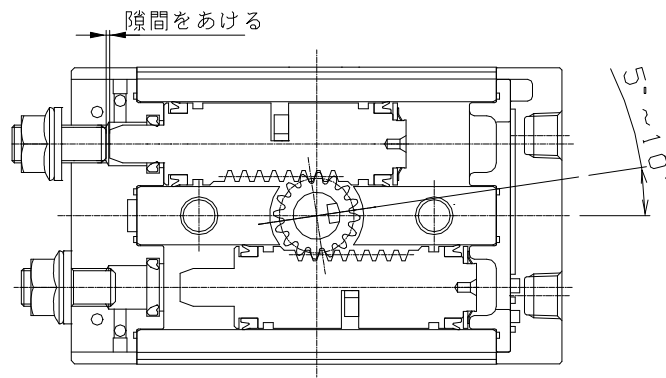

図 25
(2) ベアリングを本体内のハウジングに装着し、ピストン Ass'y を本体に挿入する。このとき、ピストンパッキンはベアリングのハウジングを通過するので、パッキンにキズを付けないようパッキンを内へ押し込みながらゆっくり行う。(図 25 参照)
(3) カバーとエンドカバーを取付け、図 25 に示すようにピストン Ass'y をカバーとエンドカバーに当たるまで押す。このときピストン Ass'y が六角穴付き止メネジ (アジャストボルト) に当たらないよう六角穴付き止メネジ (アジャストボルト) を調節する。